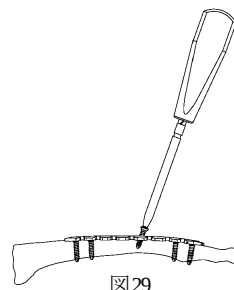

図29
- 1) ヘクスロープ15 ドライバーにて3.5 コーティカルスクリュー (S) を抜去します。(図29)